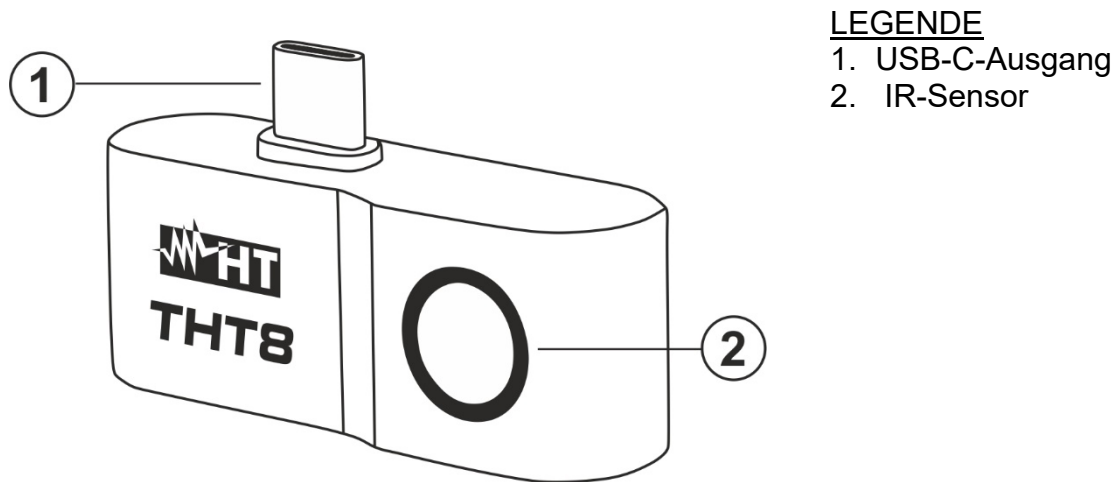

Abb. 1: Beschreibung des Instruments
3. Schließen Sie die Wärmebildkamera THT8 über den USB-C-Ausgang an das mobile Endgerät an (siehe Abb. 1 – Teil 1). Die Erkennung des Instruments erfolgt automatisch durch das mobile Endgerät.